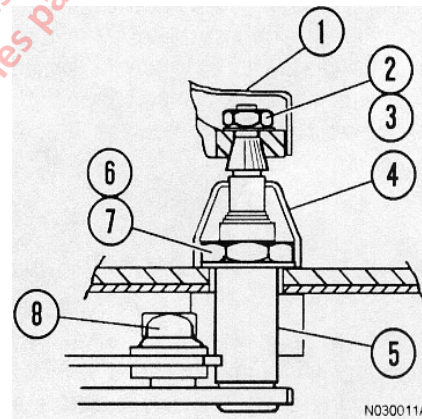

FIGURA 3-2. DETALLE DEL BRAZO DEL LIMPIADOR
1. Suba la cubierta del brazo del limpiador (1, Figura 3-2) y saque la tuerca de retención del brazo (2) y la golilla de resorte (3).
3. Saque la tapa (4), la tuerca (6) y la golilla (7) del pivote.
4. Saque el sistema articulado, soltando el retén (8) (girando a la izquierda) y retirándolo.
1. Inserte el eje de pivote del brazo del limpiador (5, Figura 3-2) por el orificio en el marco del parabrisas e instale la tuerca (6) y la golilla (7).
2. Instale la tapa (4). Una el sistema articulado al brazo de pivote, presionando por encima del retén (8) y girando el retén a la derecha hasta que se fije.
3. Instale el brazo del limpiador (1) en la ubicación señalada durante el desmontaje, e instale la golilla de resorte y la tuerca de retención (2). Apriete la tuerca con un torque de **13 ft. lbs. (17 N.m)**.